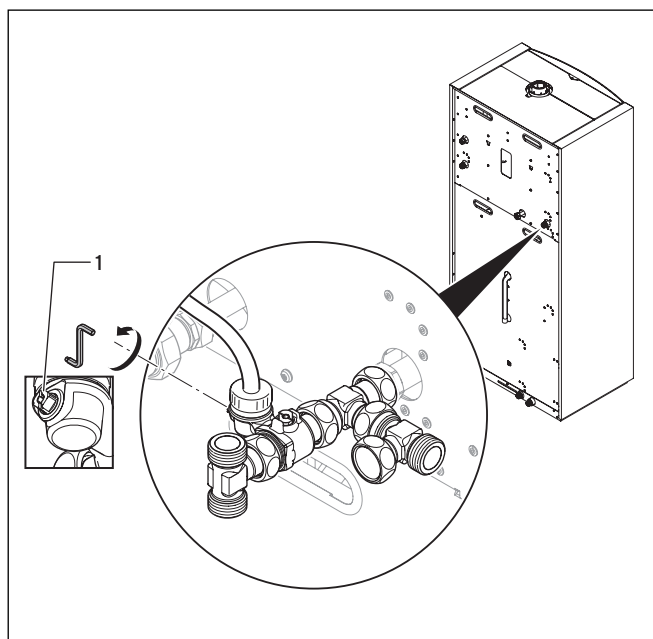

Abb. 7.20 Wartungshahn am Heizungsrücklauf schließen
- Schließen Sie den Wartungshahn am Heizungsrücklauf (→ **Abb. 7.20**).